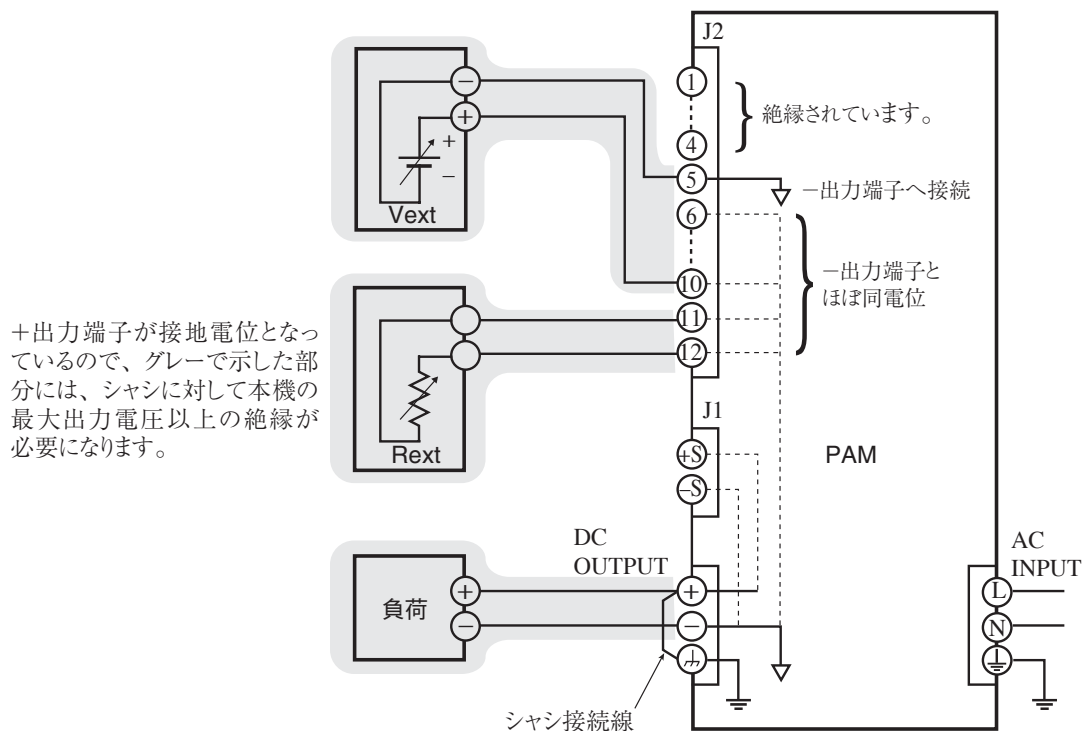

図 2-11 十出力端子を接地する場合
図 2-11 は+（正）出力端子をシャシ端子へ接続した場合です。この場合、+（正）出力端子は接地電位となるので、出力端子（センシング端子 J1 も含む）へ接続されるケーブルおよび負荷には、シャシに対して本機の最大出力電圧以上の絶縁で済むことになります。また、J2 端子台の 5 番から 12 番端子へ接続されるケーブルおよびデバイスについても、同様となります。
- 外部電圧源（Vext）によって本機をリモートコントロールする場合、Vext の出力は接地せずに浮かせてください（フローティング）。例として図 2-11 の場合、Vext の出力を接地すると、出力短絡事故になります。